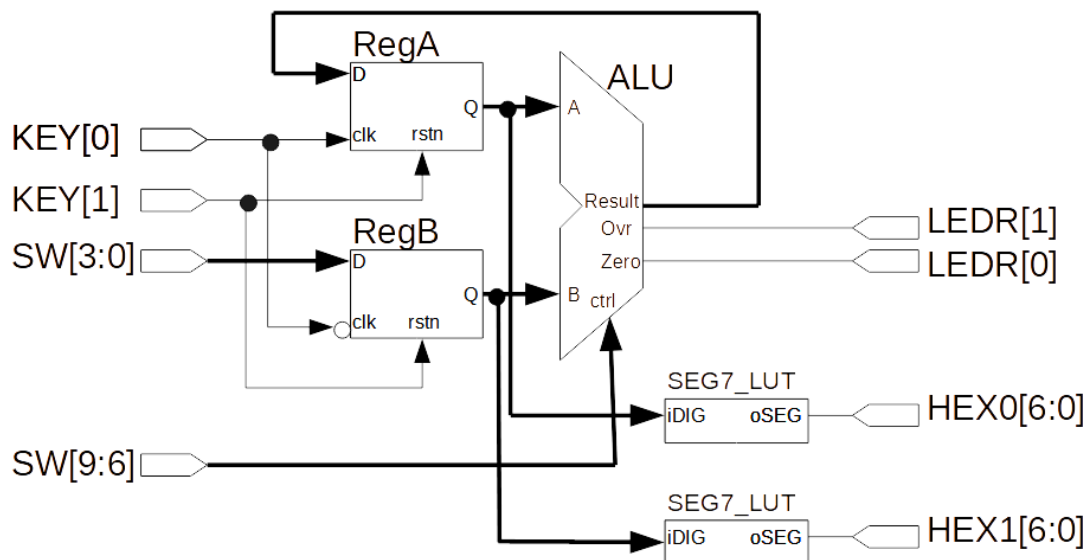

Figura 1: Processador de 4 bits com dois registradores, onde um deles é acumulador. As conexões em negrito representam conexões de 4 bits.
Nesta prática, vamos implementar um circuito capaz de realizar operações lógicas e aritméticas, acumulando (salvando) os resultados em um registrador especial chamado de acumulador. O funcionamento é similar ao de uma calculadora, onde o resultado acumulado de cada conta fica visível na *display* e podemos usar o resultado acumulado em uma nova operação. O circuito, que será implementado na DE10-LITE, está representado na Figura 1.
Como pode ser visto na Figura 1, o botão KEY[1] é usado como *reset* geral do circuito, ou seja, quando pressionado, a entrada *rstn* dos registradores recebe o valor 0 e isso faz com que a saída dos dois registradores RegA e RegB passem para zero. O *clock* do circuito é realizado manualmente (embora esta não seja a forma ideal, mas foi feito assim para fins didáticos) por meio do botão KEY[0]. A unidade lógica e aritmética (ALU, do inglês *Arithmetic-Logic Unit*) recebe o valor armazenado nos registradores RegA e RegB e faz a operação cujo código é colocado nas chaves SW[9:6]. Os valores atualmente armazenados em RegA e RegB podem ser visualizados nos *displays* de sete segmentos HEX0 e HEX1, respectivamente. Para converter o valor binário dos registradores para hexadecimal no display de sete segmentos, é usado o decodificador implementado em SEG7\_LUT. RegA inicialmente armazena o valor zero. Em seguida, um valor binário para RegB deve ser colocado nas chaves SW[3:0] e um código de operação da ALU deve ser colocado em SW[9:6]. Feito isso, o botão KEY[0] deve ser pressionado. Ao ser pressionado, ele irá gerar uma transição negativa do *clock* (borda de descida) e isso faz com que RegB armazene o valor colocado em sua entrada SW[3:0]. Quase instantaneamente, a ALU realiza a operação codificada em SW[9:6] usando os valores de RegA e RegB e o resultado da conta é enviado para a entrada do RegA. Como o RegA é um registrador acionado pela transição positiva do *clock*, o resultado da conta, colocado em sua entrada, é armazenado quando o usuário deixa de pressionar o botão KEY[0]. O processo se repete para realizar novas operações sobre os dados. Obs: os botões KEY[0] e KEY[1] valem zero quando pressionados.
- Reveja a Figura 1 e complete o código *DE10\_LITE\_Golden\_Top.v* para atender às características pedidas para o circuito;